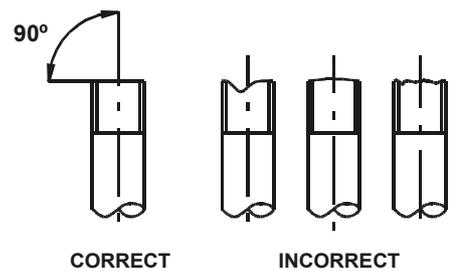

Abbildung 11: Schneiden des Rohres
- Rohr unter Verwendung eines Rohrabschneiders schneiden. Es ist darauf zu achten, dass der Schnitt senkrecht zur Rohrachse und ohne Gratbildung ausgeführt wird (siehe Abbildung 11).